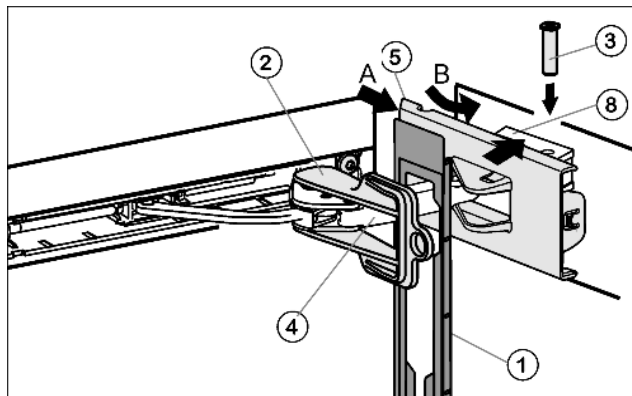

Fig. 20
- ▶ Навесьте накладку Fig. 20 (1) на амортизационную скобу Fig. 20 (4) таким образом, чтобы передние защелки показывали во внутрь, а передняя сторона была направлена к устройству.
- ▶ Отодвиньте (А) крышку Fig. 20 (5) снаружи и поверните (В) через опорную деталь Fig. 20 (8).
- ▶ Установите крышку Fig. 20 (5) и защелкните ее до первого фиксатора.
- ▶ Притяните амортизационную скобу Fig. 20 (4) к опорной детали Fig. 20 (8) и сверху вставьте палец Fig. 20 (6) таким образом, чтобы квадратная головка сидела в углублении.
- ▶ Теперь полностью защелкните крышку Fig. 20 (5) на опорной детали Fig. 20 (8).
- ▶ Поворотом снимите фиксатор Fig. 20 (2).
- ▶ Защелкните накладку Fig. 20 (1) на дверце.